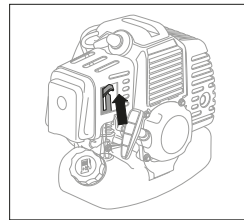

рис. 9
4. Переведите рычаг воздушной заслонки в верхнее положение - | | «Закрыто» (рис. 9).
7. Переведите рычаг воздушной заслонки (рис. 9) в среднее положение.